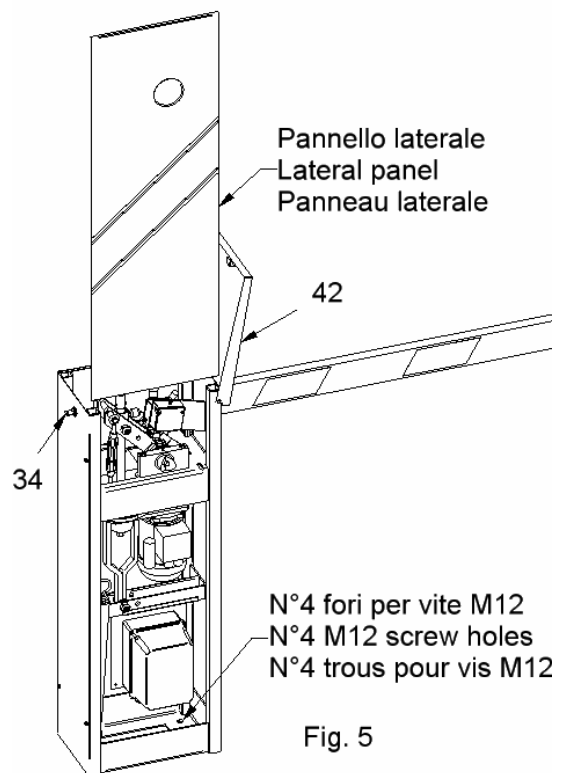

Fig. 5
2) **I** Appoggiare l'armadio sulla piazzola e fissarlo con 4 tasselli metallici o chimici utilizzando i 4 fori presenti sul fondo dell'armadio barra (se si dispone della base a murare bloccare l'armadio sulla base con i dadi in dotazione). Attenzione per accedere al fondo dell'armadio barra bisogna aprire il coperchio nero (pos.42) sbloccando la serratura (pos.34) e sfilare verso l'alto il pannello laterale in alluminio sul lato opposto a quello d'uscita dell'albero portante l'asta (fig. 5).
GB Support the closet on the platform and stare it with 4 metallic or chemical wedges using the 4 present holes on the bottom of the closet barrier (if there is the foundation plate fix the barrier on the base with the equipped dices). Warning: to access to the bottom of the barrier You have to open the black cover (pos.42) releasing the lock (pos.34) and unthread upward the side panel in aluminum on the opposite side to the exit one of the carrying tree the auction (fig. 5).
F Appuyer l'armoire sur la place et le fixer avec 4 tasseaux métalliques ou chimiques en utilisant les 4 trous présents sur le fond de l'armoire barrière (si on dispose de la plaque de scellement bloquer l'armoire sur la base avec les dés en dotation). Attention pour accéder au fond de l'armoire barrière il faut ouvrir le couvercle noir (pos.42) en débloquant la serrure (pos.34) et ôter vers le haut le panneau latéral en aluminium sur le côté opposé à celui de sortie de l'arbre portant la lisse (fig. 5).